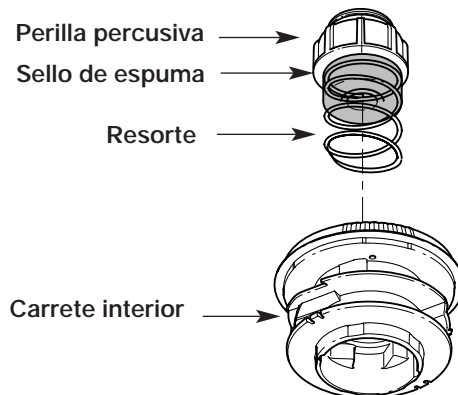

Fig. 26
1. Saque la perilla percusiva, el resorte y el sello de espuma girando la perilla percusiva en sentido antihorario (Fig. 26).
2. Saque la botón de tope, el resorte y el sello de espuma (Fig. 26).
3. Saque el carrete interior con la línea existente de la bobina exterior (Fig. 26).
7. Coloque la botón de tope, el resorte y el sello de espuma en la bobina exterior (Fig. 26).